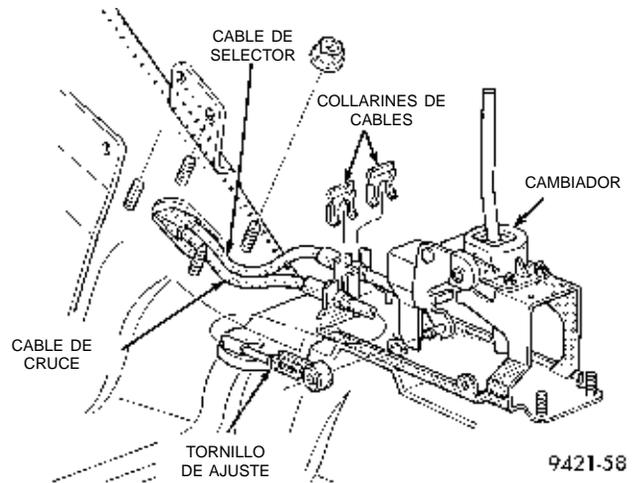

Fig. 15 Tornillo de ajuste del cable de cruce
- (1) Retire la consola de cambios del vehículo.
- (2) Afloje el tornillo de ajuste del cable de cruce en el cambiador (Fig. 15).